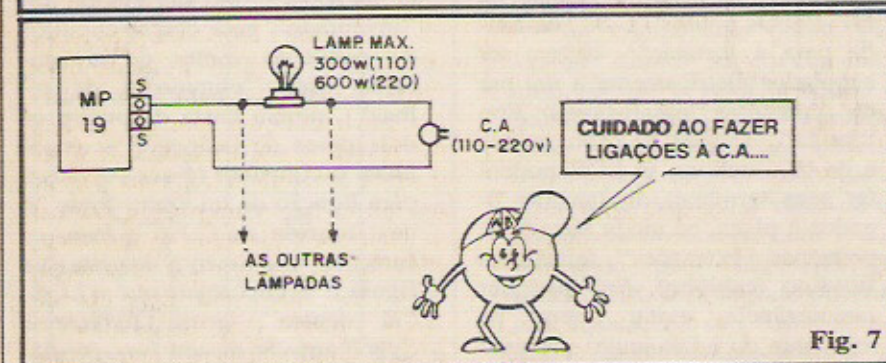
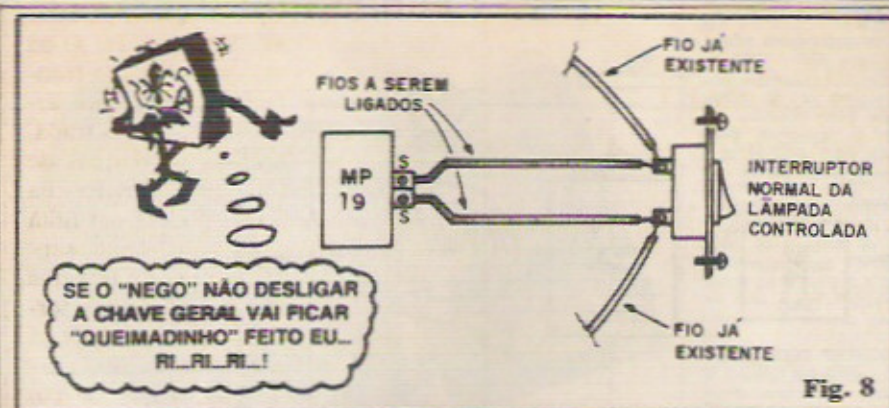
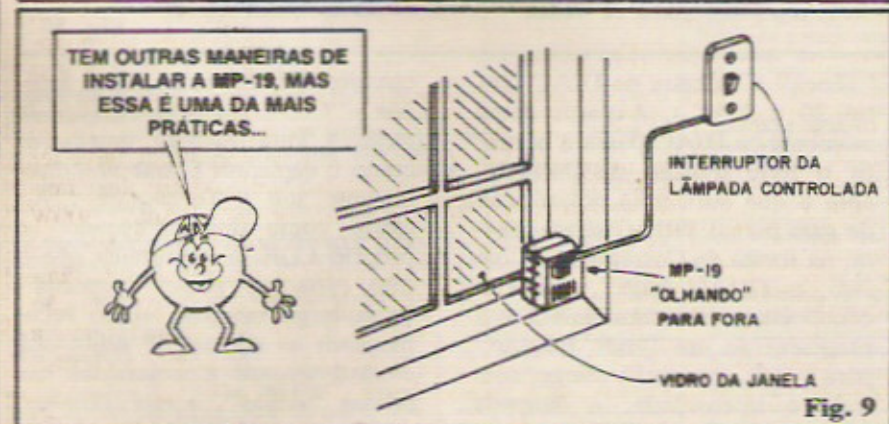

Fig. 7
Fig. 8
Fig. 9
- FIG. 7 - Diagrama básico de instalação da MP-19... É tão simples quanto o próprio circuito (quem der uma "re-olhada" no esquema - fig. 1 - verá esse mesmo diagrama, nas linhas tracejadas...). Um dos pontos de Saída "S"
- **FIG. 8** - No diagrama anterior (fig. 7) foi mostrada a configuração básica, para que a MP-19 controle uma lâmpada específica (que deverá ser instalada **para a função...**). Nada impede, contudo, que o Leitor/"Aluno" coloque o dispositivo no controle direto de uma lâmpada **já instalada na casa**, sem que com isso tenha que modi-
- **FIG. 9** - Posicionando a caixinha da MP-19... Conforme foi dito, o LDR é o "olho" do circuito, e precisa poder "ver" a luminosidade do dia ou a escuridão da
noite, para que o dispositivo funcione corretamente... A fig. 9 dá uma sugestão prática (que admite algumas variações, mas traz a essência da "coisa"...). Basta posicionar a caixinha da MP-19 no parapeito interno de uma janela, tipo vitraux (ou seja, vedada apenas com vidro, sem blindagens opacas que possam impedir a MP-19 de diferenciar a noite do dia...), direcionando o furo frontal (do LDR) de modo que o circuito possa "ver" o céu, ou o "mundo lá fora"... Observem, na figura/exemplo, que a conexão de controle está feita a um interruptor próximo, de parede, correspondendo, em termos práticos, à configuração de instalação mostrada na figura anterior nada impede, porém, que o mesmo posicionamento da caixinha seja utilizado numa instalação específica, como a mostrada na fig. 7...).
Eventuais casos de sensibilidade muito grande ou muito pequena podem ser corrigidos, respectivamente, diminuindo ou aumentando o próprio diâmetro do furo pelo qual o LDR "olha o mundo". Também o próprio direcionamento da caixinha (ver fig. 9), com algum cuidado e eventual experimentação, poderá vir a corrigir o funcionamento da MP-19, se este não se mostrar conforme esperado...